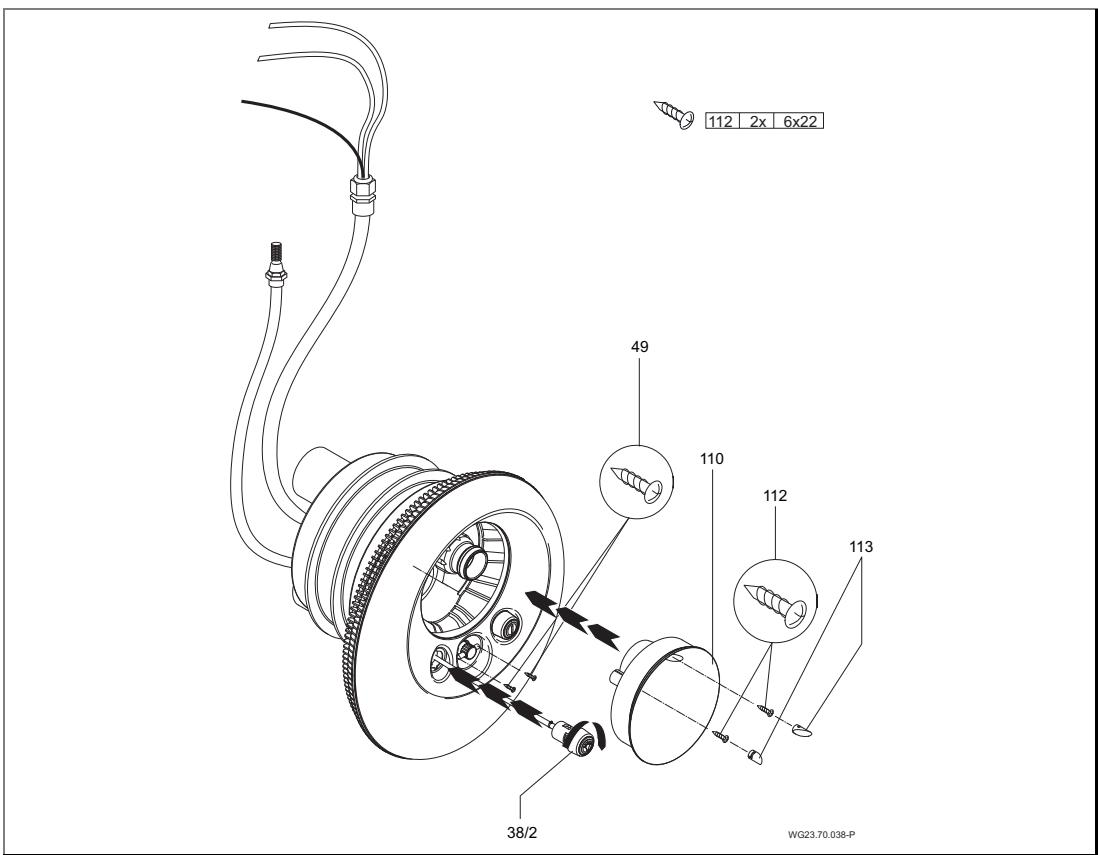

Abb. 19
8. Edelstahlblende (93) am Ansauggehäuse (107) ansetzen und mit den beiden Schrauben (49) am Düsengehäuse befestigen. Beide Pneumatiktaster durch die Blende in das Düsengehäuse stecken und durch Drehen im Uhrzeigersinn verriegeln. (Abb. 19)
9. Durch das Befestigen der Lichtabdeckung (110) wird die Edelstahlblende (93) zusätzlich fixiert. Dazu die Lichtabdeckung (110) über die Kugeldüse (54) in das
Düsengehäuse (102.1) stecken und mit den beiden Schrauben (112) befestigen. (Abb. 19)